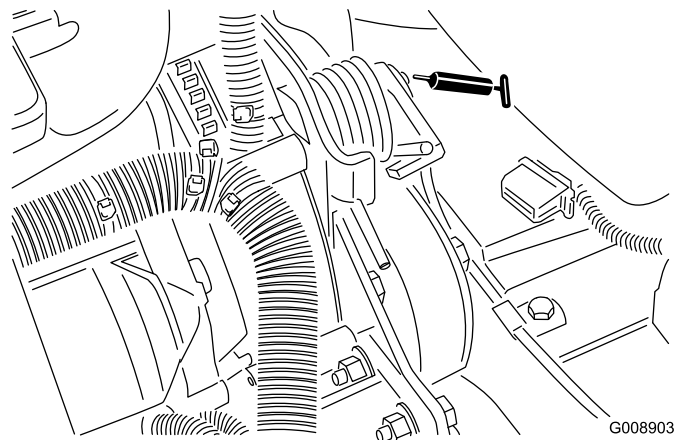

Figura 68
- Perno di tensionamento della cinghia (Figura 68)